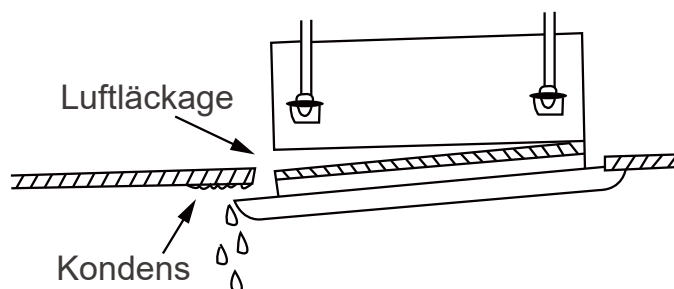

Fig.31
1. Felaktig fastsättning kan orsaka problem enligt Fig. 31.